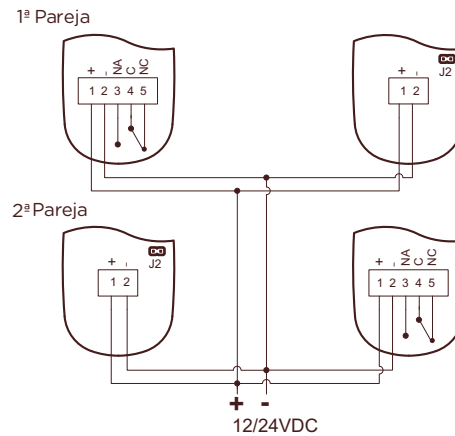

Fig. 2 Instalación con corriente alterna
- Seleccionar el modo síncrono mediante el JUMPER J2 situado en el equipo emisor si éste se alimenta con corriente alterna AC. Ver Fig. 2
En este caso se recomienda utilizar el modo síncrono J2-OFF e instalar los emisores a un lado y los receptores al otro pero invirtiendo la alimentación de los mismos. Ver Fig. 2